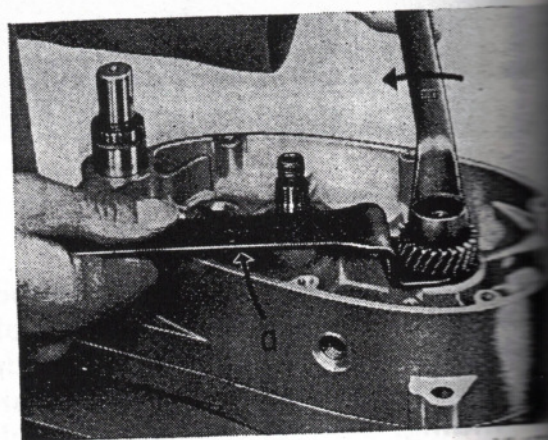

Abb. 29 Sechskantmutter von der Kurbelwelle abschrauben
8. Gegenhalter „a“, T.-Nr. 0101-71401-00 auf die Halteflächen an der Rückseite des Ritzels auf der Kurbelwelle schieben (siehe auch Abb. 29). Mit einem Ring- oder Steckschlüssel die Mutter (SW 19) abschrauben und Federring abnehmen.